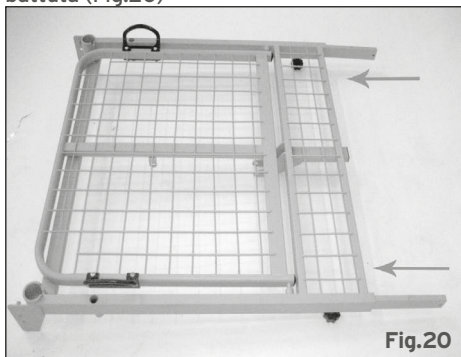

Fig.20
1. Inserire i due tubolari rettangolari all'interno del telaio lato alzatesta e spingerli fino alla battuta (Fig.20)